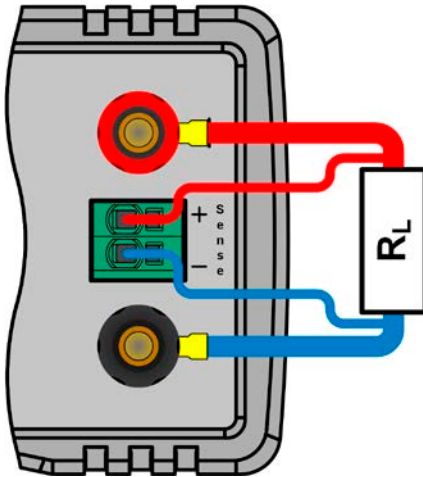

Bild 6 - Prinzip der Fernföhlungsverdrahtung
- Die Fernföhlung ist nur im Konstantspannungsbetrieb (CV) wirksam und der Fernföhlungsanschluß sollte möglichst nur solange angeschlossen bleiben, wie CV benutzt wird, weil die Schwingneigung des Systems durch Verbinden der Fernföhlung generell erhöht wird.
- (+) Sense darf nur am (+) der Last und (–) Sense nur am (–) der Last angeschlossen werden. Ansonsten könnte das Gerät beschädigt werden. Siehe auch *Bild 6*.